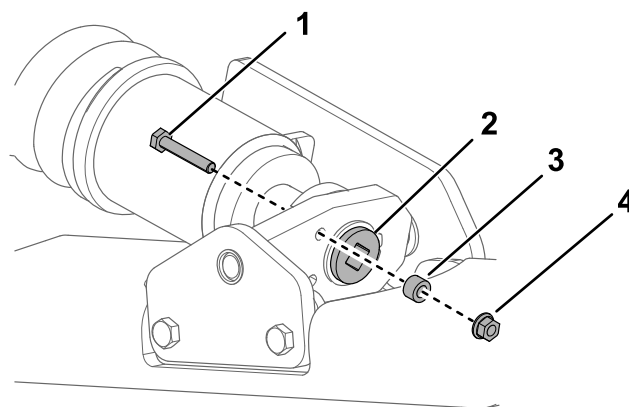
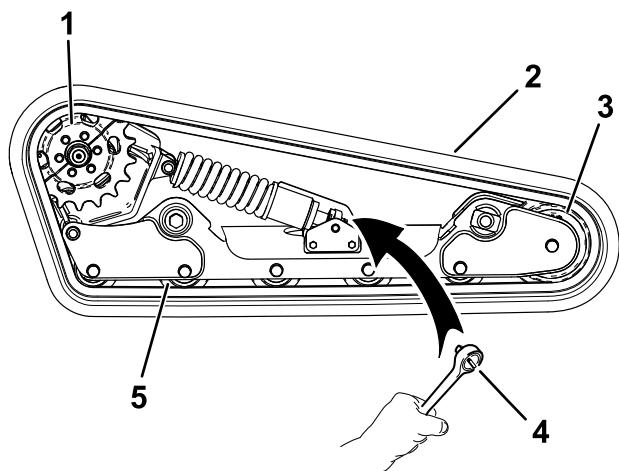

Рисунок 57
Рисунок 61
4. Удалите зажимной болт, проставку и гайку (Рисунок 57).
6. Совместите ближайшую выемку в натяжном винте с отверстием в зажимном болте и закрепите винт при помощи зажимного болта и гайки (Рисунок 57).
- Удалите стопорный болт, проставку и гайку (Рисунок 57).
- Используя ключ с храповым механизмом на $\frac{1}{2}$ дюйма, ослабьте натяжение привода, вращая натяжной винт по часовой стрелке (Рисунок 57 и Рисунок 61).
- Отверните 3 зажимных болта на той половине ведущего колеса, которая не вошла в зацепление с гусеницей (Рисунок 61).
- Проложите новую гусеницу вокруг переднего катка, затем вокруг ведущей ступицы на стороне, где снято ведущее колесо (Рисунок 61).
- Протолкните гусеницу под опорные катки и одновременно между ними и проложите ее вокруг рамы (Рисунок 61).